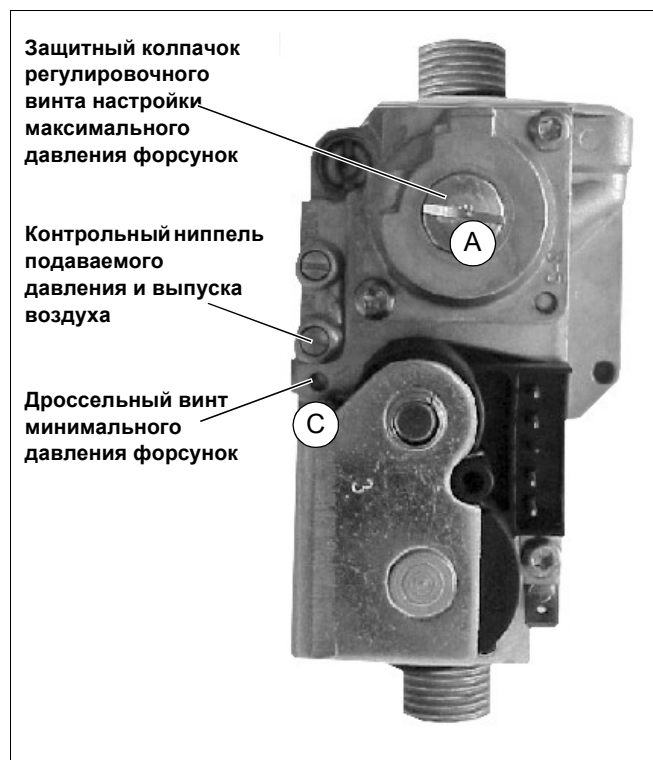

Рис. 40 Газовая арматура
- Открутить запорный винт контрольного ниппеля подаваемого давления (рис. 40) на газовой арматуре и подключить U-образный манометр.
- Снять U-образный манометр и крепко закрутить ниппель для измерений запорным винтом (рис. 40).
- Снять защитный колпачок газовой арматуры (рис. 40, поз. А, страница 39). Полностью закрутить регулировочный винт (рис. 42, поз. В) настройки максимального давления.
- Вновь установить защитный колпачок (рис. 40, поз. А, страница 39).
- Снять защитный колпачок газовой арматуры (рис. 40, поз. А, страница 39).
Подключить U-образный манометр к ниппелю для измерения давления на форсунках, расположенный на газовой арматуре (рис. 40, стр. 39), перевести водонагреватель в режим отопления и выполнить следующие действия: